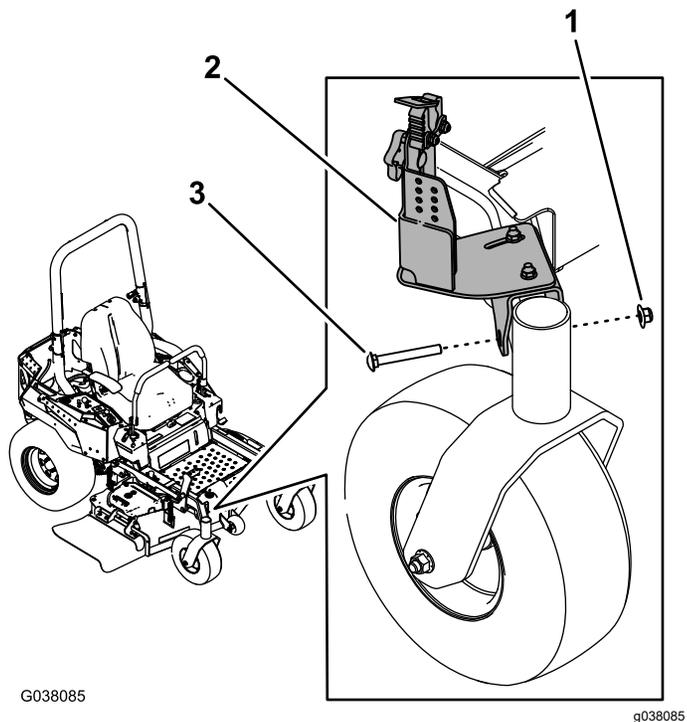

Figure 8
- Montez le support avant à cheval sur le cadre, près de la roue pivotante droite, à l'aide de l'écrou à large embase ($\frac{3}{8}$ ") et d'un boulon de carrosserie ($\frac{3}{8}$ " x 3"), comme montré à la Figure 8.